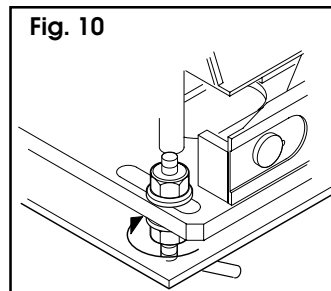

Fig. 10
11) Pour obtenir le jeu nécessaire entre le pignon et la crémaillère, il faut abaisser le motoréducteur de 1,5 mm en agissant sur les écrous de support de la plaque à sceller (fig.10).